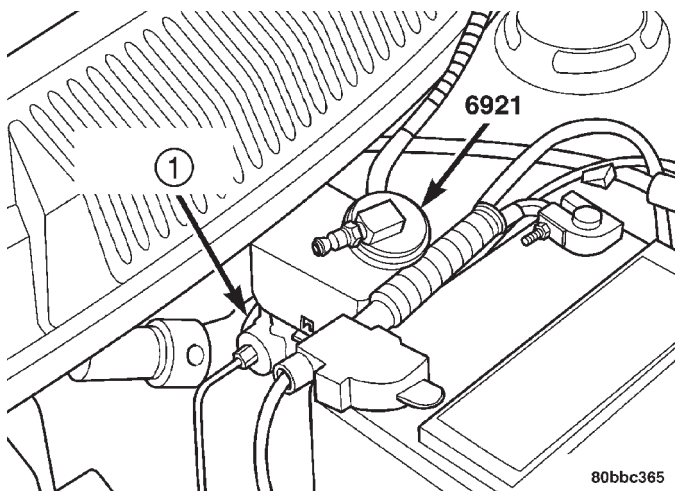

Fig. 2 Herramienta especial 6921
(1) Fije el adaptador, herramienta especial 6921 al depósito del cilindro maestro (Fig. 2).